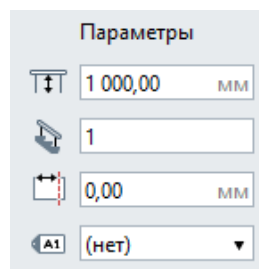

Рис. 7 Параметры команды Ограждения
1. Установим ограждение для лестницы. Команда **Ограждения** , способ построения – по лестнице. В **Параметрах** указываем (рис. 7)